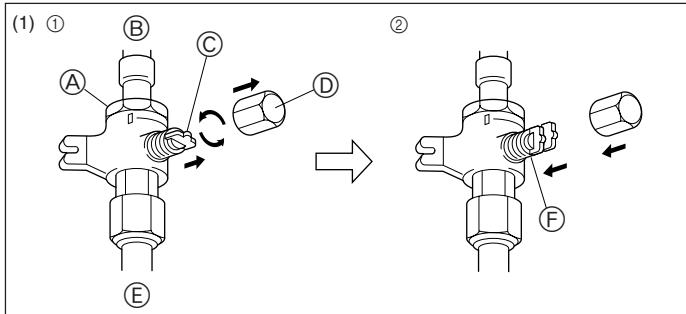
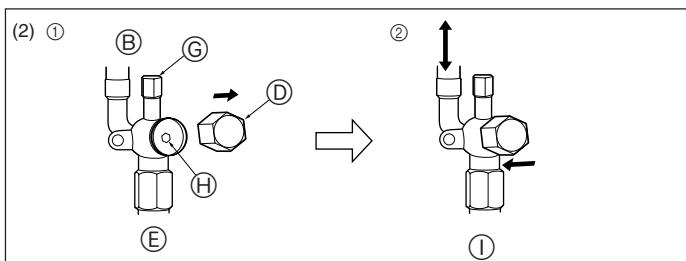

Fig. 4-4
Fig. 4-5
- (1) Lado de gas (Fig. 4-4)
- ① Quite la tapa, tire de la manivela hacia usted y gire 1/4 de vuelta hacia la izquierda para abrir.
- ② Cerciórese de que la válvula de parada esté completamente abierta, empuje la manivela y enrósque la tapa en su posición original.
- (2) Lado de líquido (Fig. 4-5)
- ① Abra la tapa y gire la varilla de válvula hacia la izquierda hasta su tope, utilizando una llave hexagonal de 4 mm. Deje de girar cuando llega al tope.